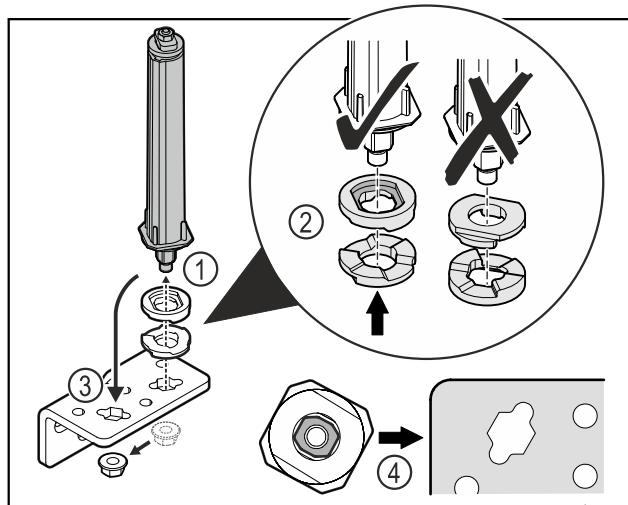

Fig. 34
- Відкрутити гайку і зняти систему запирання дверей Fig. 34 (1).
- Слідкувати за правильним розташуванням шайб для регулювання висоти Fig. 34 (2).
- Переставити систему запирання дверей у шарнірному кутику і зафіксувати гайкою Fig. 34 (3).
- Під час встановлення слідкувати за правильною орієнтацією системи запирання дверей Fig. 34 (4).